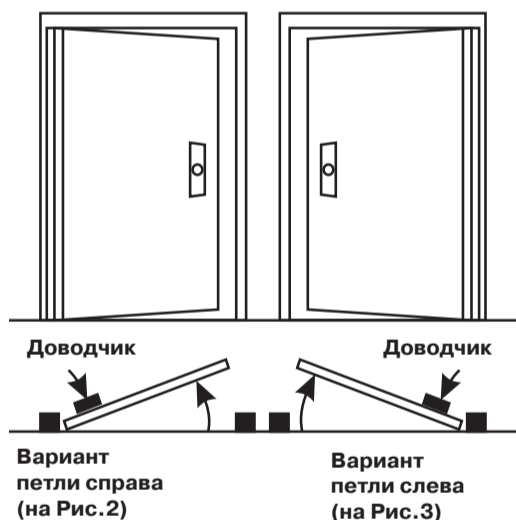

Рис. 1
- Параллельная установка. В этом случае корпус доводчика крепится на дверном полотне, штанга крепится к дверной коробке с помощью пластины параллельной установки (в комплект не входит). В зависимости от способа установки и расположения петель (Рис. 1) выберите шаблон.